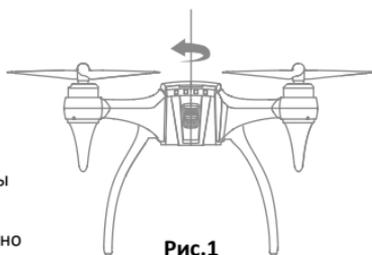

Рис.1
- Расположив горизонтально (Рис.1), начните медленно вращать дрон на 360 градусов по часовой стрелке до тех пор, пока его светодиодные индикаторы состояния не станут мигать желтым.